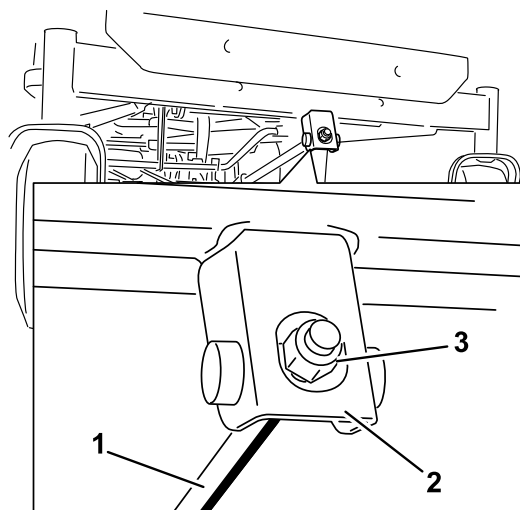

Figure 54
6. Pour régler l'inclinaison avant/arrière des lames, tournez l'écrou de réglage à l'avant du tablier de coupe (**Figure 54**).